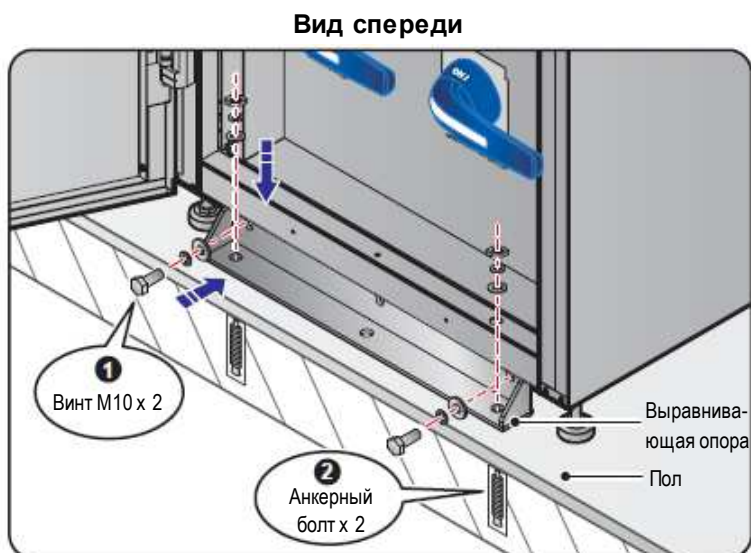

Рисунок 5-3: Установка передней выравнивающей опоры ИБП
- 3 Используйте торцевой ключ на 17 мм и два винта М10 **1** (первоначально используемых для крепления передней выравнивающей опоры на паллете) для установки этой опоры (снятой во время распаковки) в передней части ИБП. Используйте два анкерных болта **2** (предоставленных квалифицированным обслуживающим персоналом) для крепления передней выравнивающей опоры ИБП к полу. См. **Рисунок 5-3**.